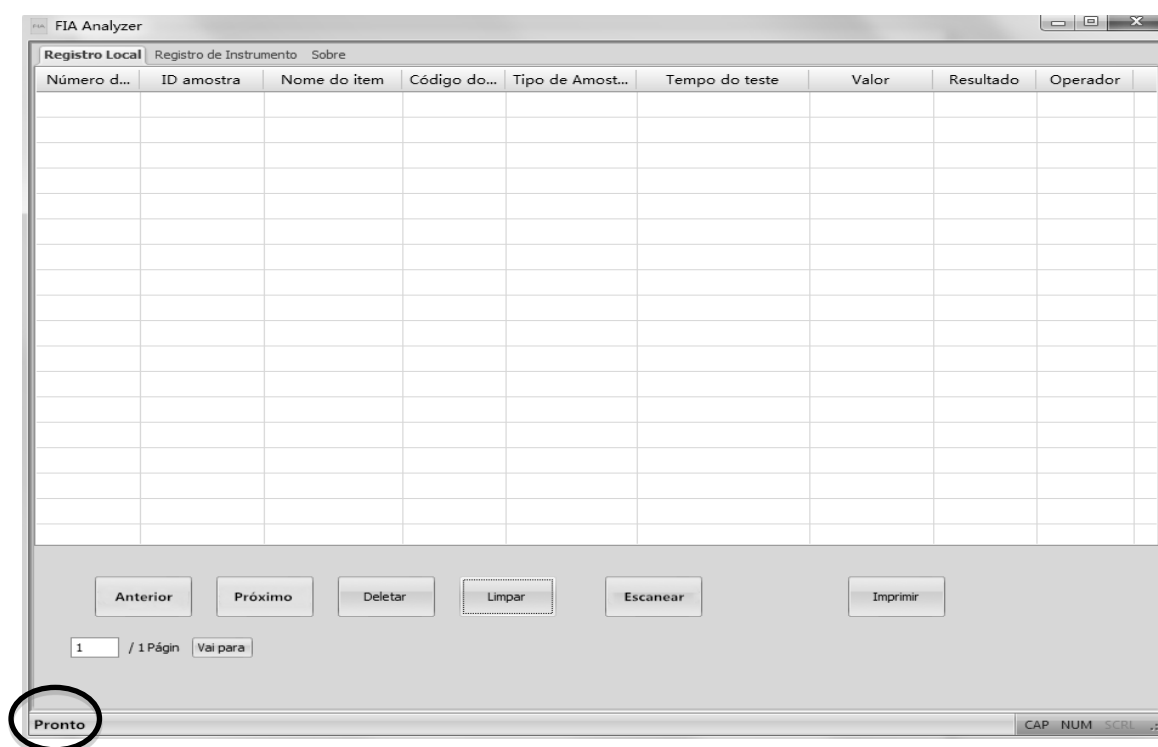

Fig. 40
3. Clique duas vezes no ícone  na tela da área de trabalho para abrir a Página Inicial do software (Ref Fig 40)